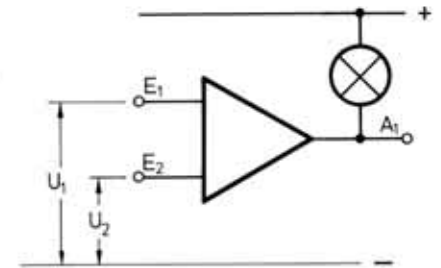

Bild 64.2
**Prinzip nach Bild 64.2** Ein wesentliches Merkmal unseres Operationsverstärkers ist: Ob das Signallämpchen leuchtet oder nicht (und damit, ob das über  $A_1$  und  $E$  angeschlossene Relais des Relais-Bausteins angezogen hat oder nicht), hängt von den relativen Spannungsverhältnissen an beiden Eingängen ab. Zunächst sei behauptet: Ist die Spannung zwischen  $E_1$  und „-“ (Eingang 1) kleiner als die Spannung zwischen  $E_2$  und „-“ (Eingang 2), so leuchtet das Signallämpchen (und das über „ $A_1$ “ - „E“ angeschlossene Relais des Relais-Bausteins zieht an.) Ist die Eingangsspannung  $U_1$  jedoch größer als die Spannung  $U_2$ , so leuchtet das Lämpchen nicht und das Relais des angeschlossenen Relais-Bausteins ist abgefallen.